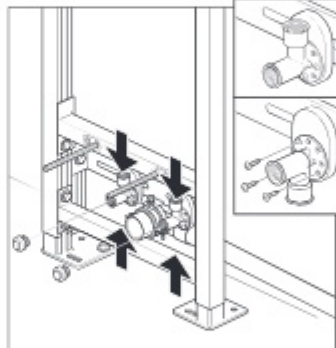

Рис. 11 / Сур. 11
11. Подсоедините горячие и холодные трубы от водопровода к входным коленам. Ввинтите заглушки в выходы. Выходы с внутренней резьбой могут нуждаться в удлинении. Используйте ниппели с наружной резьбой. Входные колена для горячей и холодной воды можно поворачивать в соответствии с вашими трубами. Важно, чтобы в этом месте были установлены запорные клапаны (рис. 11).